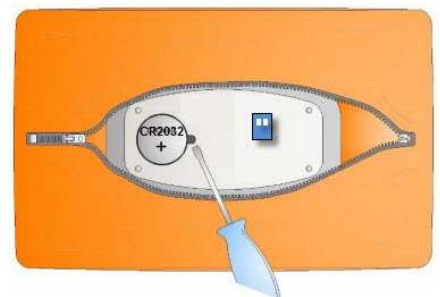

Bild 1
Bevor das Kissen an dem Empfänger LE10 angemeldet werden kann, prüfen Sie, ob die Batterie korrekt eingelegt ist und der Batterieschutz entfernt wurde. (Bild 1) Bereiten Sie den Empfänger LE10 gemäss Beschreibung des Empfängers vor. Schalten Sie das Kissen ein. (Bild 2, Schalter 1) Drücken Sie auf das Kissen, der Ruf wird an das LE10 übertragen.
Öffnen Sie das Rufkissen mit dem Reisverschluss (4). Lösen Sie die vier Schrauben am Gerät. Nun können Sie die Batterie ersetzen. Achten Sie darauf, dass die Batterie richtig eingelegt wird. (Glatte beschriftete Seite nach oben, siehe Bild 1)